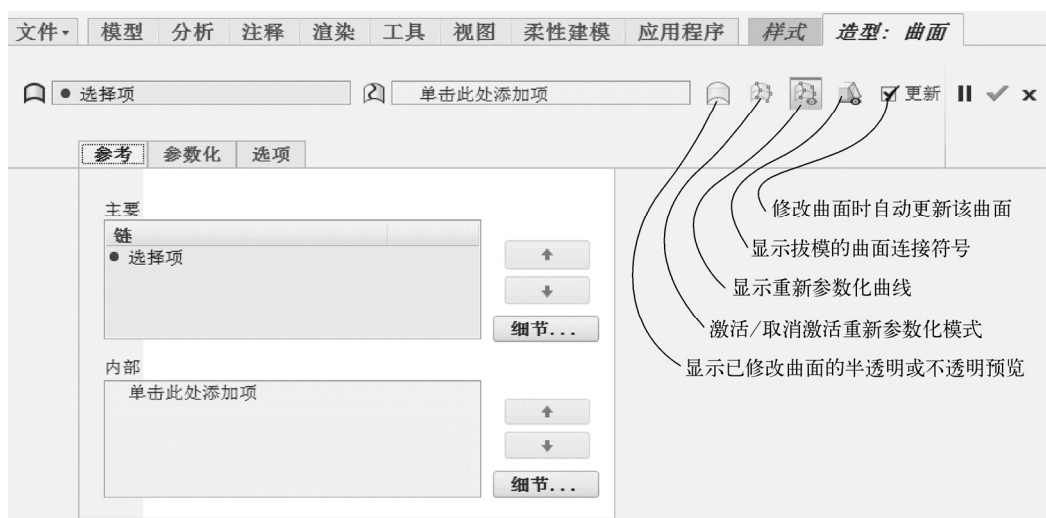

图 7-97 “造型：曲面”选项卡
1) 在功能区的“样式”选项卡的“曲面”组中单击  (曲面) 按钮，打开图 7-97 所示的“造型：曲面”选项卡。